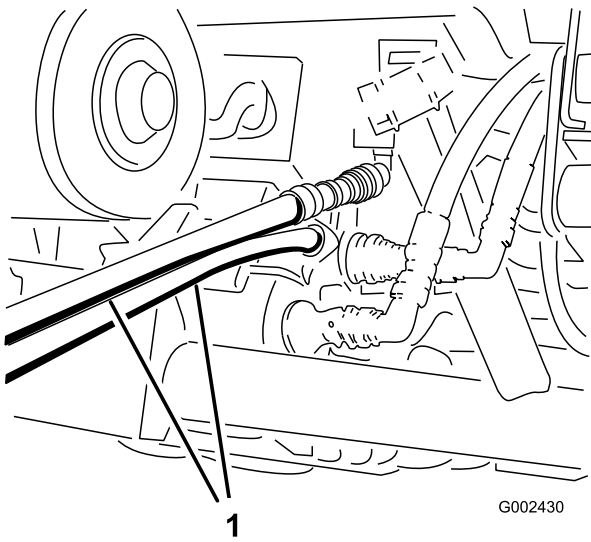

Bild 81
4. Schließen Sie am anderen Fahrzeug die beiden Schläuche an der Kupplung an, die sich noch in der Kupplungshalterung befindet (Schließen Sie den oberen Schlauch an die untere Kupplung an (Bild 81). Verschließen Sie nicht verwendete Anschlüsse.